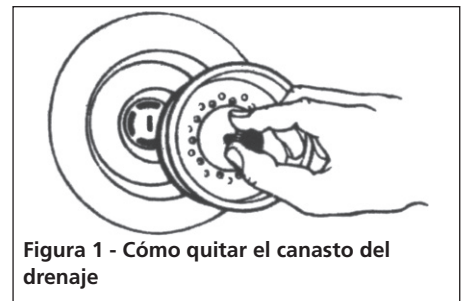

Figura 1 - Cómo quitar el canasto del drenaje
1. Quite el canasto y/o tapón del drenaje de la pileta (ver figura 1). Gire el cierre del drenaje (si existe) a la posición de "Abierto".